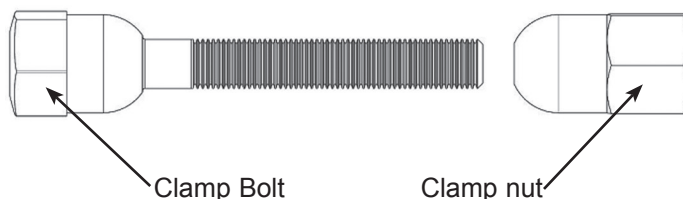

Рис. 6
3. Вставить болт заглушки через окончания заглушки и затянуть гайкой (Рис. 6) по отношению к окончаниям заглушки.